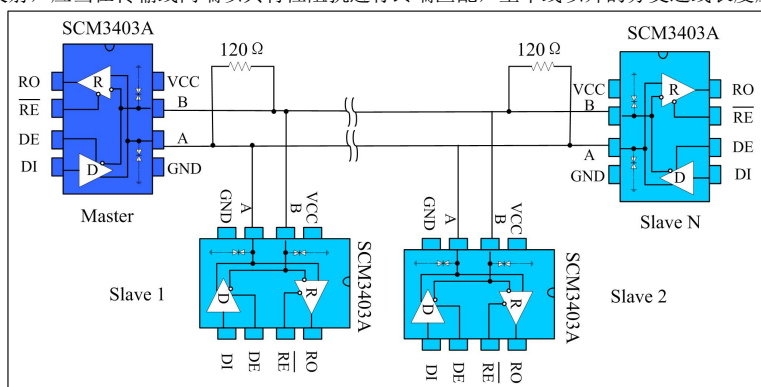

图 10 总线式 RS485 半双工通讯网络
1.总线式组网：SCM3403ASARS485 收发器设计用于多点总线传输线上的双向数据通信。图 10 显示了典型网络应用电路。这些器件也能用作电缆长于 4000 英尺的线性转发器，为减小反射，应当在传输线两端以其特性阻抗进行终端匹配，主干线以外的分支连线长度应尽可能短。